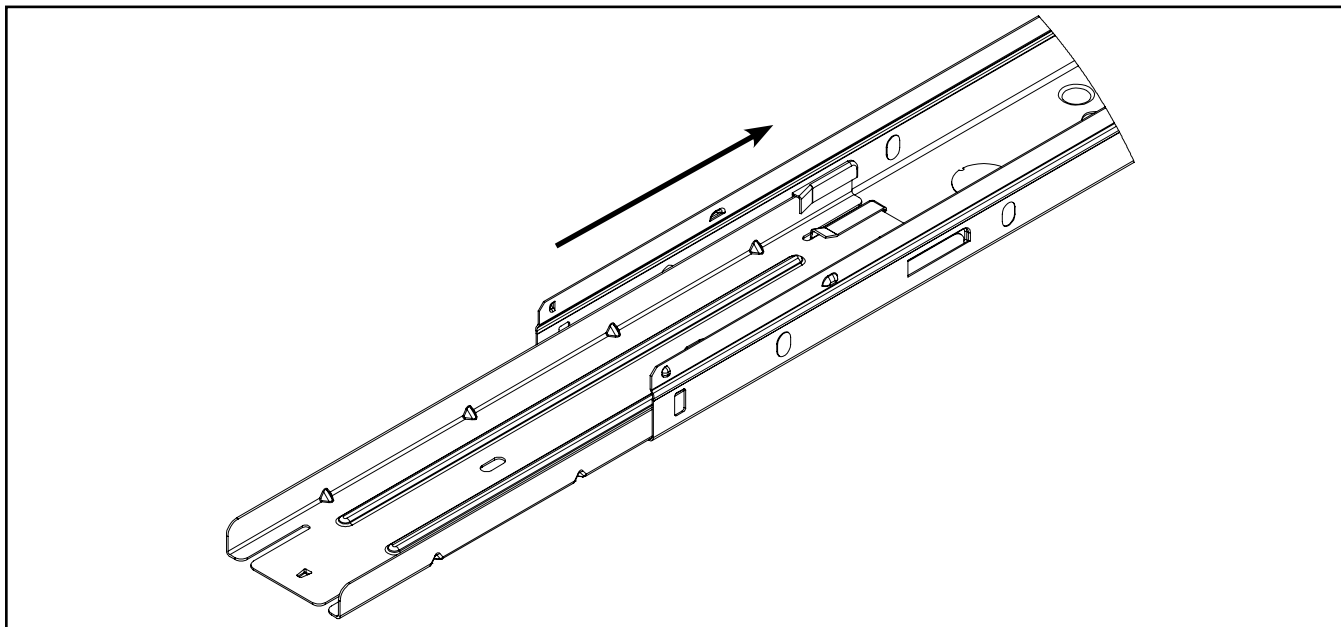

Figura 3
- Deslice el soporte de montaje de hilera en su lugar (Figura 3).